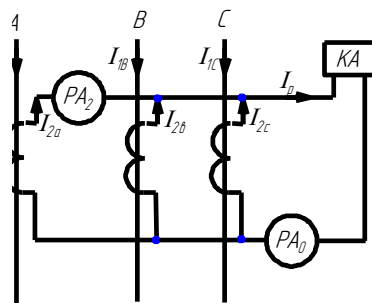

Рис.2. Трехтрансформаторная схема соединения трансформаторов тока в фильтр токов нулевой последовательности.
6. Для ЛЭП с двухсторонним питанием, по исходным данным, приведенным на рис. 2, рассчитать токи срабатывания, максимальных фазных отсечек без выдержки времени. $k_{зап} = 1,2$.